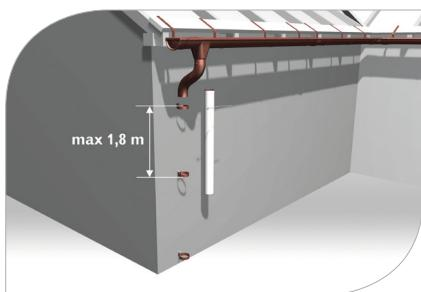

рис. 32
- 5.1 Закрепите дюбеля в фасаде, используя длину, приспособленную к толщине теплоизоляции здания. В дюбеля вкрутите крепления хомутов, сохранив между ними расстояние максимум 1,8 м. На крепления навинтите хомуты (**рис. 32**)